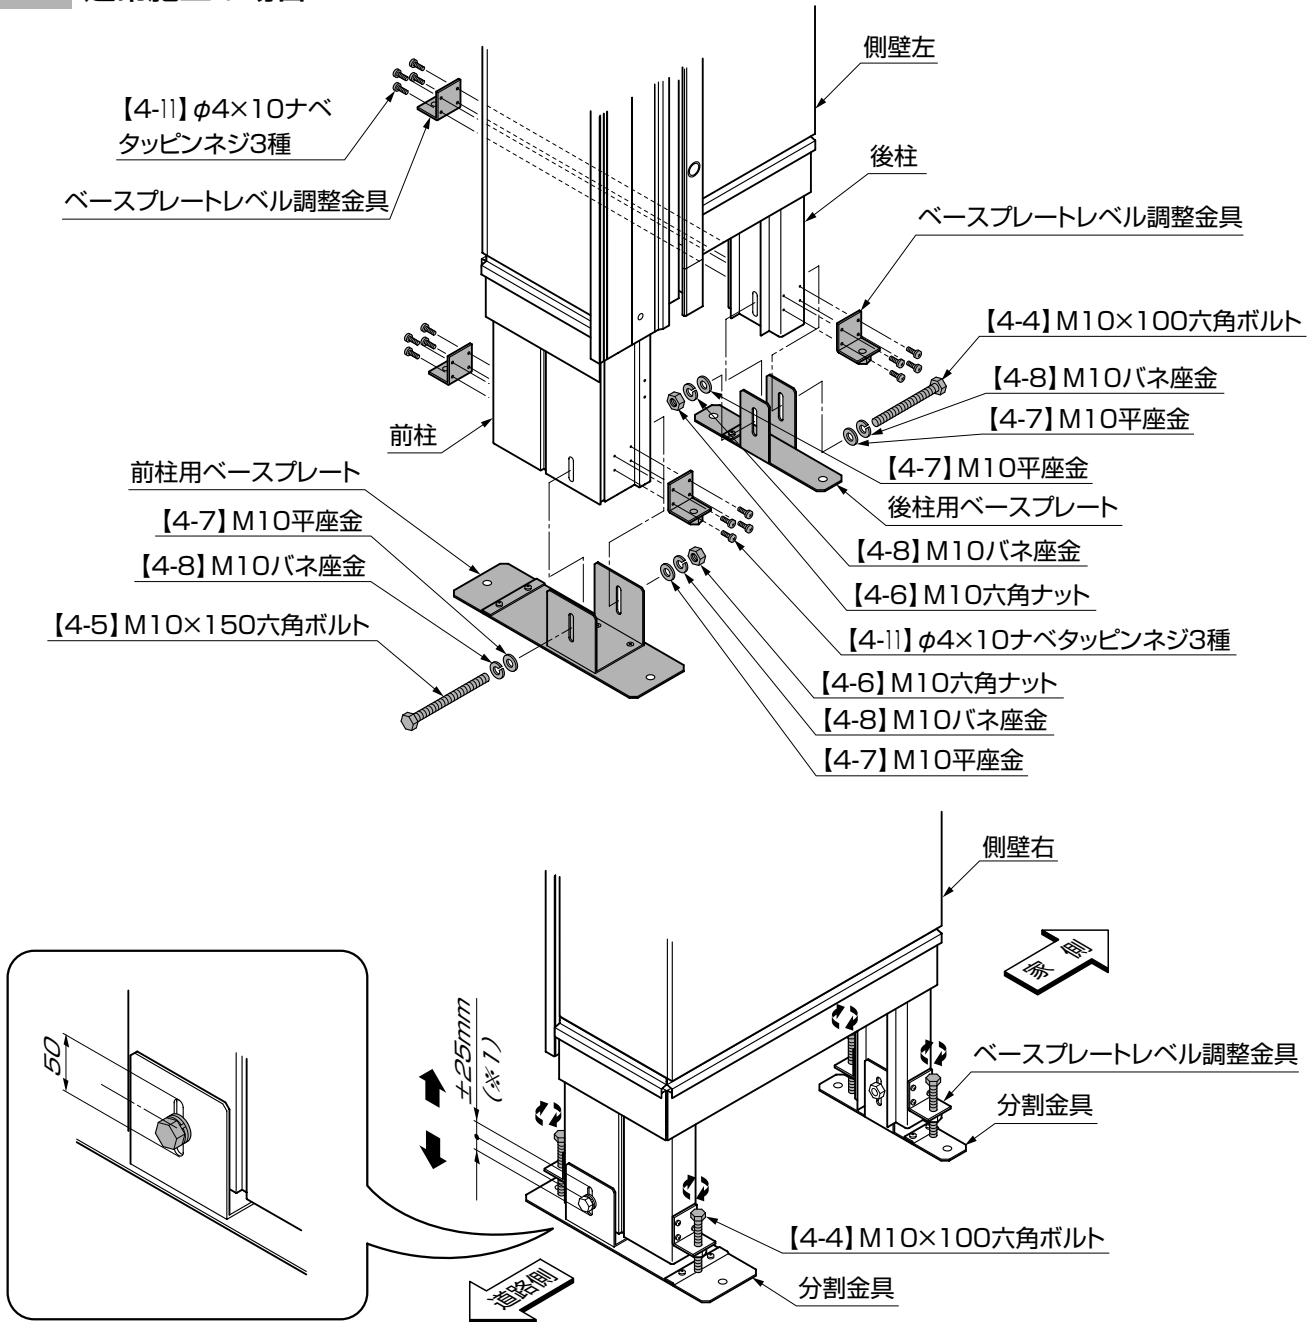

図3-1 ベースプレート調整手順詳細図
- 最終的なレベル調整は、「**6 基礎コンクリートの施工** 3.間口寸法と側壁の倒れ調整」時に【4-4】を使って±25mmの範囲(*1)で調整してください。(図3-1参照)